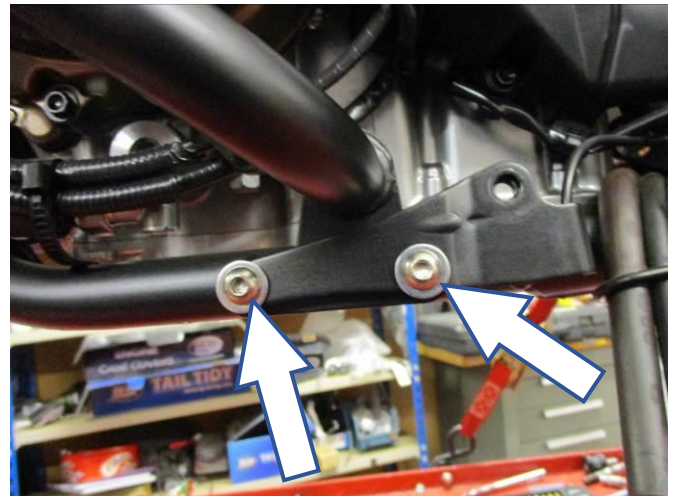

Abbildung 8
- Die untere Halterung mit den zwei M8 Schrauben und Unterlegscheiben (**Artikel 2 und 3**) sichern wie in **Abbildung 8** abgebildet - zu diesem Zeitpunkt nicht festziehen.